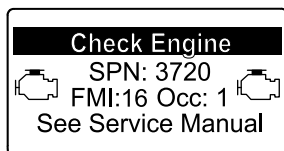

Figura 45
- Aviso do motor SPN 3720, FMI 16 (Figura 45)